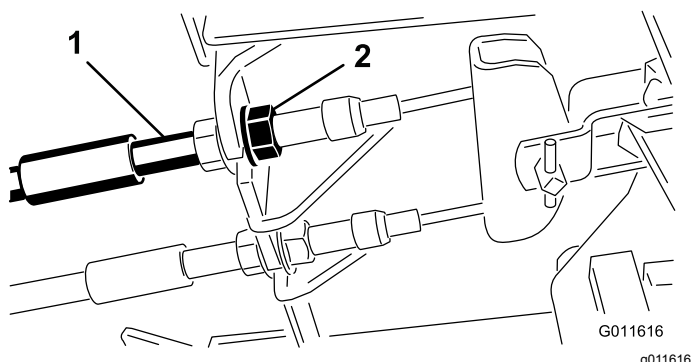

Figura 45
1. Para reduzir a folga dos pedais dos travões, aperte os travões desapertando a porca dianteira que se encontra na extremidade roscada do cabo dos travões (Figura 45).